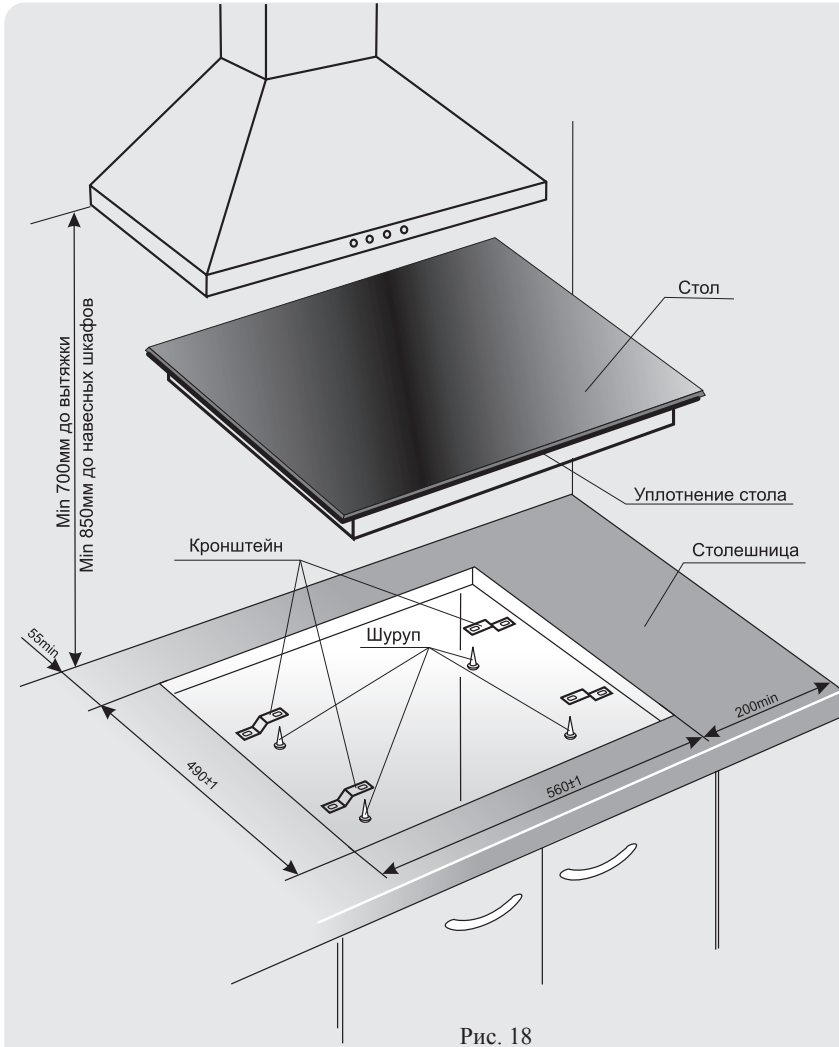

Рис. 18
1. Точно разметить на столешнице контур проема под встраиваемый стол (рис.18). Толщина столешницы - min 30 мм, max 50 мм.